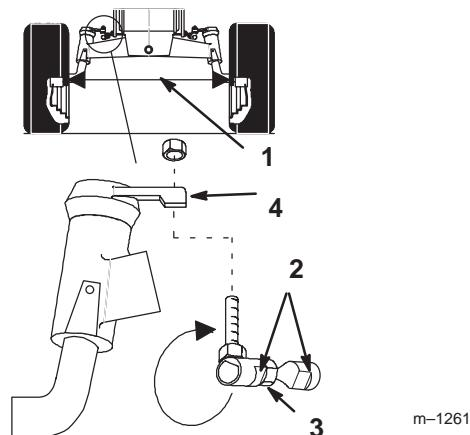

Figure 40
Maintenez le pincement des roues avant spécifié. Ajustez le pincement en cas d'usure irrégulière des pneus, si la surface de travail est scalpée ou si la direction devient dure. Vérifiez le pincement des roues en fin de saison avant de remiser la machine (Fig. 40).
4. Mesurez la distance entre les jantes (à hauteur d'essieu) à l'avant et à l'arrière des roues (Fig. 40).
2. Déposez le joint à rotule de l'un des leviers de direction (Fig. 40).
4. Maintenez les méplats du joint pour les aligner avec ceux de la biellette de direction, puis serrez l'écrou de blocage (Fig. 40).